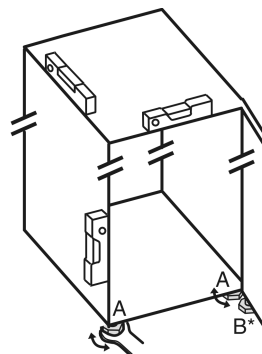

Fig. 24
- ▶ Seřizovací nožky Fig. 24 (A) vyšroubujte pomocí přiloženého vidlicového klíče a pomocí vodováhy, dokud nebude spotřebič pevně vyrovnaný.
- Seřizovací nožku Fig. 24 (B) na stojanu ložiska vytácejte pomocí příloženého vidlicového klíče, až dosedne na zem.
- Seřizovací nožku Fig. 24 (B) otáčejte dál o 90°.